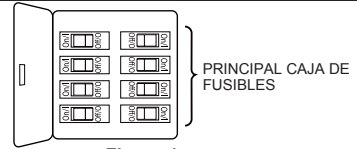

Figura 1
Caja de perfil bajo (Figura 1)
1. Extraiga la pieza de la bola colgante de la unidad de la bola colgante / varilla aflojando el tornillo de presión de la bola colgante hasta que la bola se libere de la varilla. Retire el pasador del barral y luego extraiga la semiesfera. Conserve el pasador y la semiesfera para su reinstalación en el Paso 6. (Figura 1)
1. Alinee los orificios del aspa con el poste el ensamble del motor. Asegúrese de que el aspa esté completamente asentado sobre el volante del ensamble del motor. Coloque la placa de la pala sobre la pala con los orificios alineados e instale la pala en la rueda giratoria usando los tornillos de cabeza plana, fije completamente los tornillos para fijar las palas en la rueda giratoria del motor. (Figura 1)
Para evitar una posible descarga eléctrica, asegúrese de cortar la alimentación eléctrica de la caja de fusibles principal antes de colgar el ventilador. (Figura 1)
1. Para configurar el código de unidad del receptor. Deslice los interruptores de código a las mismas posiciones que en el transmisor. (Figura 1)
- ☐ 1. Instale la cubierta rotando la ranura clave en la cubierta sobre el tornillo de hombro del soporte del gancho, teniendo cuidado de no pillar los cables. Fije el tornillo de hombro. Instale adecuadamente y fije el segundo tornillo de hombro que fue anteriormente guardado. (Figura 1)
- ☐ 1. Extraiga uno de los tres tornillos del soporte ubicado en la parte inferior de la unidad del motor. Guárdelos para después y afloje levemente los otros dos tornillos. (Figura 1)
El uso de un regulador de la intensidad completa (no incluido) para controlar la velocidad del ventilador dañará el dispositivo. Para reducir el riesgo de incendio o descarga eléctrica, no utilice dicho regulador para controlar la velocidad del ventilador. (Figura 1)